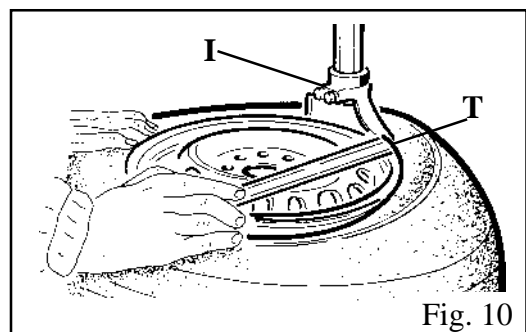

Fig. 10
- Abbassare il braccio operante (M) sino ad appoggiare l'utensile integrale (I) sul bordo del cerchio e bloccarlo con la leva (K). In questo modo abbiamo bloccato il braccio in senso verticale. Ora occorre allontanare manualmente la torretta dal cerchio (circa 2 mm.), agendo sul volantino posto nella parte sinistra del palo orizzontale.
- Con l'aiuto della leva (T), infilata fra tallone e la parte anteriore della torretta integrale (I), portare il tallone del pneumatico sopra la torretta stessa (Fig. 10) **N.B:** per evitare di danneggiare l'eventuale camera d'aria, è consigliabile fare questa operazione con la valvola circa 10 cm. a destra della torretta
- Mantenendo la leva in questa posizione, far ruotare il piatto (Y) in senso orario tenendo premuto il pedale (Z) fino alla completa fuoriuscita del pneumatico dal cerchio.
- With the lever (T) inserted between the bead and the front section of the mounting head (I), move the tyre bead over the mounting head (Fig. 10). **Note:** In order to avoid damaging the inner tube, if there is one, it is advisable to carry out this operation with the valve about 10 cm to the right of the mounting head.
- With the lever held in this position, rotate the turntable (Y) in a clockwise direction by pressing down on pedal (Z) until the tyre is completely separated from the wheel rim.
•Avec le levier (T) enfilé entre le talon et la partie avant de la tête (I), porter le talon du pneu au-dessus de la tête (fig. 10).
•En tenant le levier dans cette position, faire tourner le plateau (Y) dans le sens horaire en appuyant sur la pédale (Z) jusqu'à ce que le pneu sorte complètement de la jante.
-Mit Hilfe des Hebels (T), der zwischen den Reifenwulst und den vorderen Teil des Montierfußes (I) eingeführt wurde, wird der Wulst nun über den Montierfuß transportiert (Abb. 10). **WICHTIG:** Falls ein Schlauch vorhanden ist, wird empfohlen, bei dieser Operation zu dessen Schutz des Ventil zirka 10 cm rechts vom Montierfuß zu halten.
-Hebel in dieser Position halten, durch konstanten Pedaldruck (Z) Zentriertisch (Y) im Uhrzeigersinn drehen lassen, bis der Reifen komplett aus der Felge hervorgetreten ist.